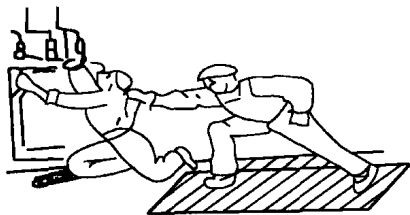
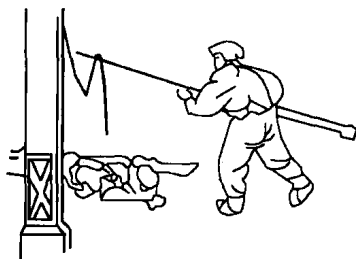

图 1-4 将触电者拉离电源
图 1-5 将触电者身上的导线挑开
1) 使触电者尽快脱离电源。如果触电现场远离开关或不具备关断电源的条件,救护者可站在干燥的木板上,用一只手抓住触电者干燥的衣服将其拉离电源,如图 1-4 所示。也可用干燥的木棒、竹竿等将导线从触电者身上挑开,如图 1-5 所示。